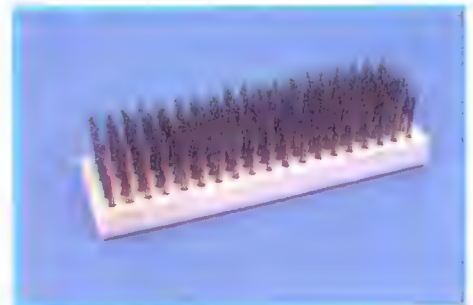

Figura 35 - Escova de aço.
1) A escova de limas, que é uma escova de fios de aço, usada também para limpar ponta de soldador, polir metal etc. (**figura 35**).